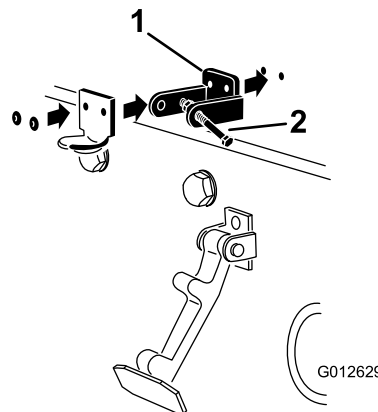

Figure 4
3. Alignez les trous de montage et positionnez le support de verrouillage CE et le support du verrou de capot sur le capot. Le support du verrou doit être appuyé contre le capot (Figure 4). Ne retirez pas le boulon et l'écrou du bras du support de verrouillage.
5. Rivez les supports et les rondelles sur le capot (Figure 4).